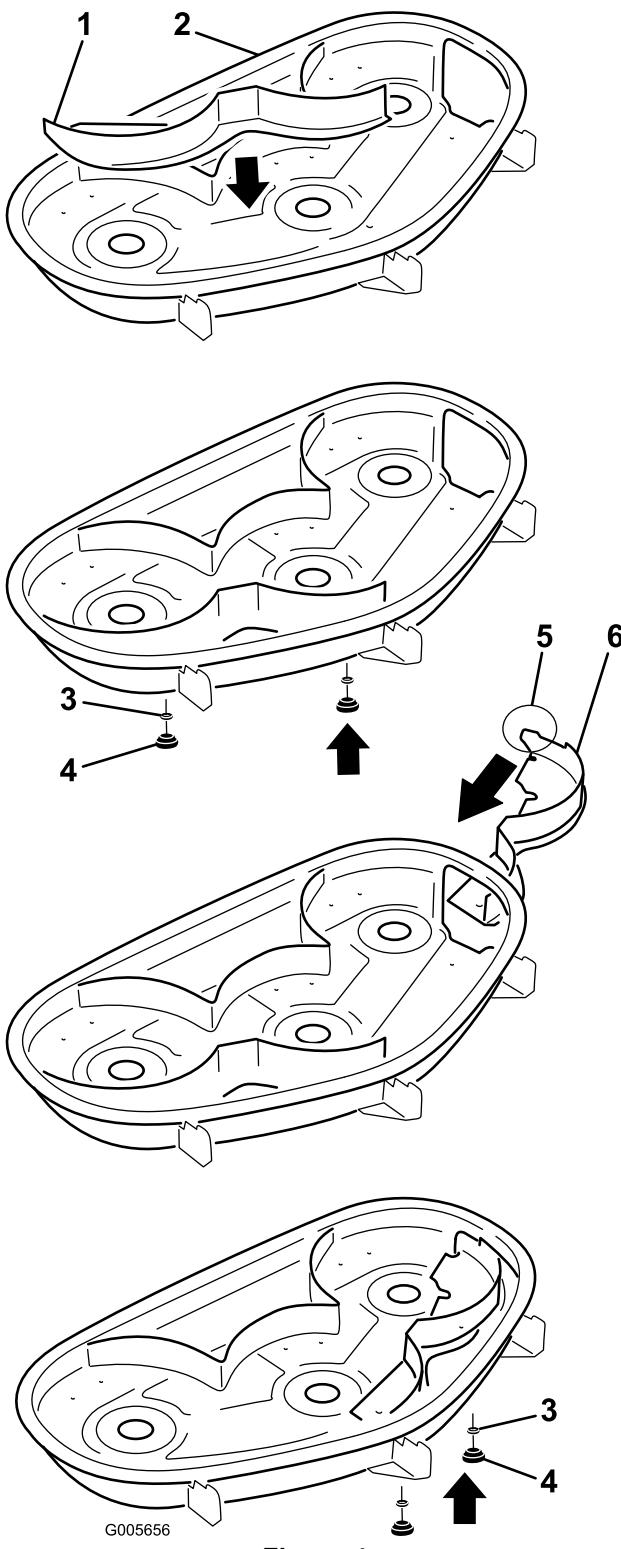
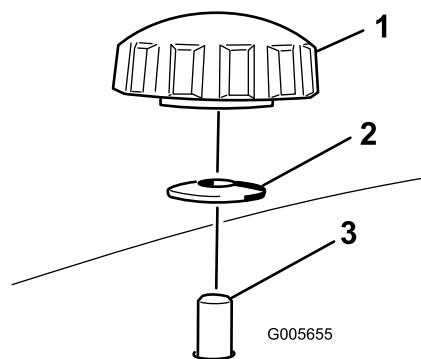

Figure 4
Figure 5
- Dans le plateau de coupe, localisez les quatre trous de montage des goujons de fixation des déflecteurs (Figure 4) et enlevez les fixations qui s'y trouvent.
- Montez le déflecteur gauche sur le plateau et fixez les goujons sur le déflecteur par le haut du plateau de coupe au moyen de 2 boutons et rondelles bombées (côté bombé face au plateau de coupe), comme illustré (Figure 4 et Figure 5).
3. Insérez le déflecteur droit par l'ouverture d'éjection et fixez-le en place avec 2 boutons et rondelles bombées (côté bombé face au plateau de coupe) comme illustré aux Figure 4 et Figure 5.